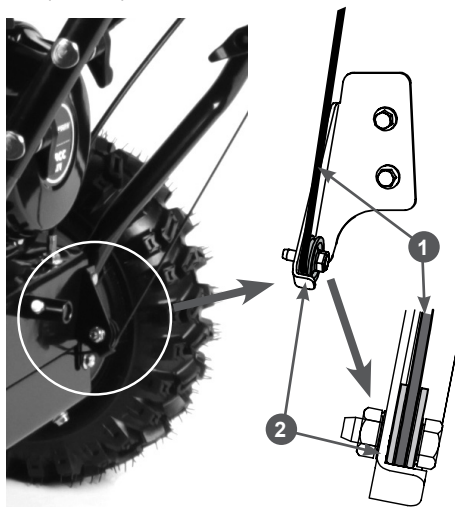

Рис. 8 Проверка установки троса включения хода
- убедитесь в том, что трос включения хода установлен в ручей ролика 3 (Рис. 8);